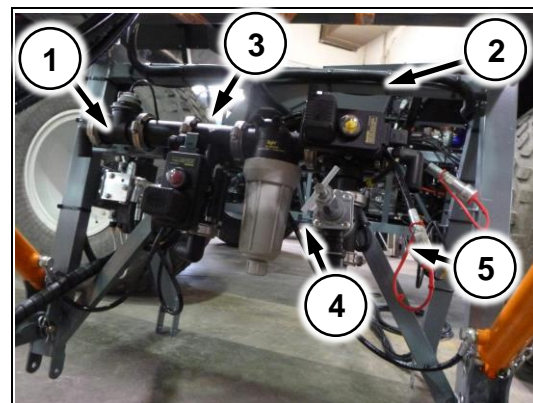

Рис. 98
(Рис. 98/1) – расходомер
(Рис. 98/2) – главный клапан
(Рис. 98/3) - регулировочный клапан
(Рис. 98/4) – корпус фильтра тонкой очистки
(Рис. 98/5) – предохранительный клапан
1. М – главный клапан (Рис. 98/2)
2. R – регулирующий клапан (Рис. 98/3)
3. Расходомер (Рис. 98/1) и датчик скорости подключаются в 3х.-контактные герметичные разъемы.